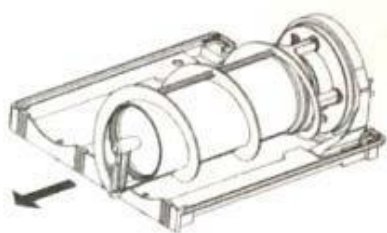

figure 3
4. Przesuń zewnętrzną spiralę do siebie (fig.3), a następnie wewnętrzny ślimak (fig.4)